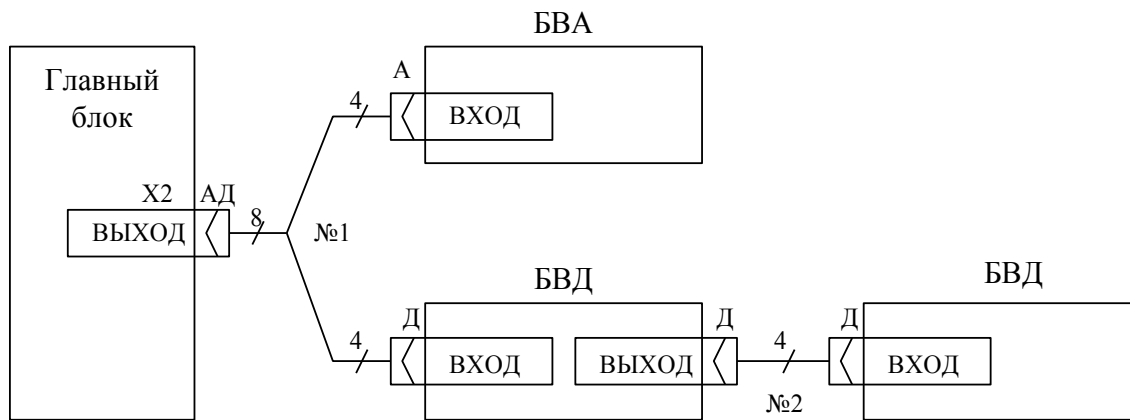

Рисунок 2 - Схема межблочных соединений ПКЦ-12
7.2 Схема соединения блоков прибора (Рисунок 2).